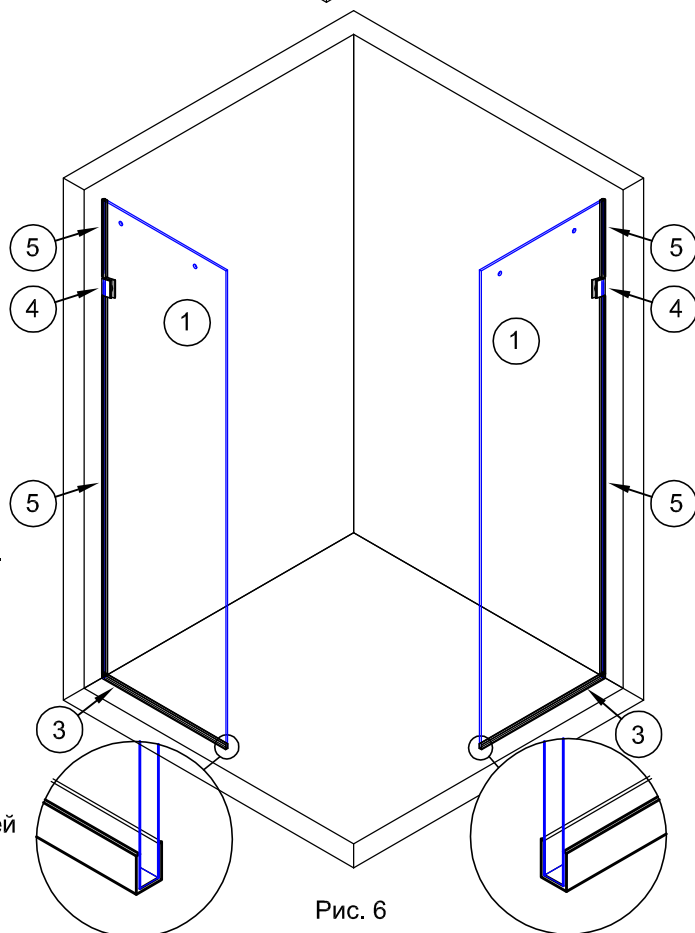

Рис. 6
2.5. Установить уплотнитель №5 на торцы стеклянных панелей со стороны стены. Отрезки уплотнителя подрезать для плотного прилегания к держателям и к профилям №3 на полу (рис.6).
2.6. В середину профилей №3 нанести силиконовый герметик. Количество герметика нужно рассчитать на заполнение всех щелей между профилем и стеклом (рис.6).
Прижать стекло к стене и полу. Внешние торцы профилей №3 должны совпадать с торцами соответствующих панелей (рис.6).